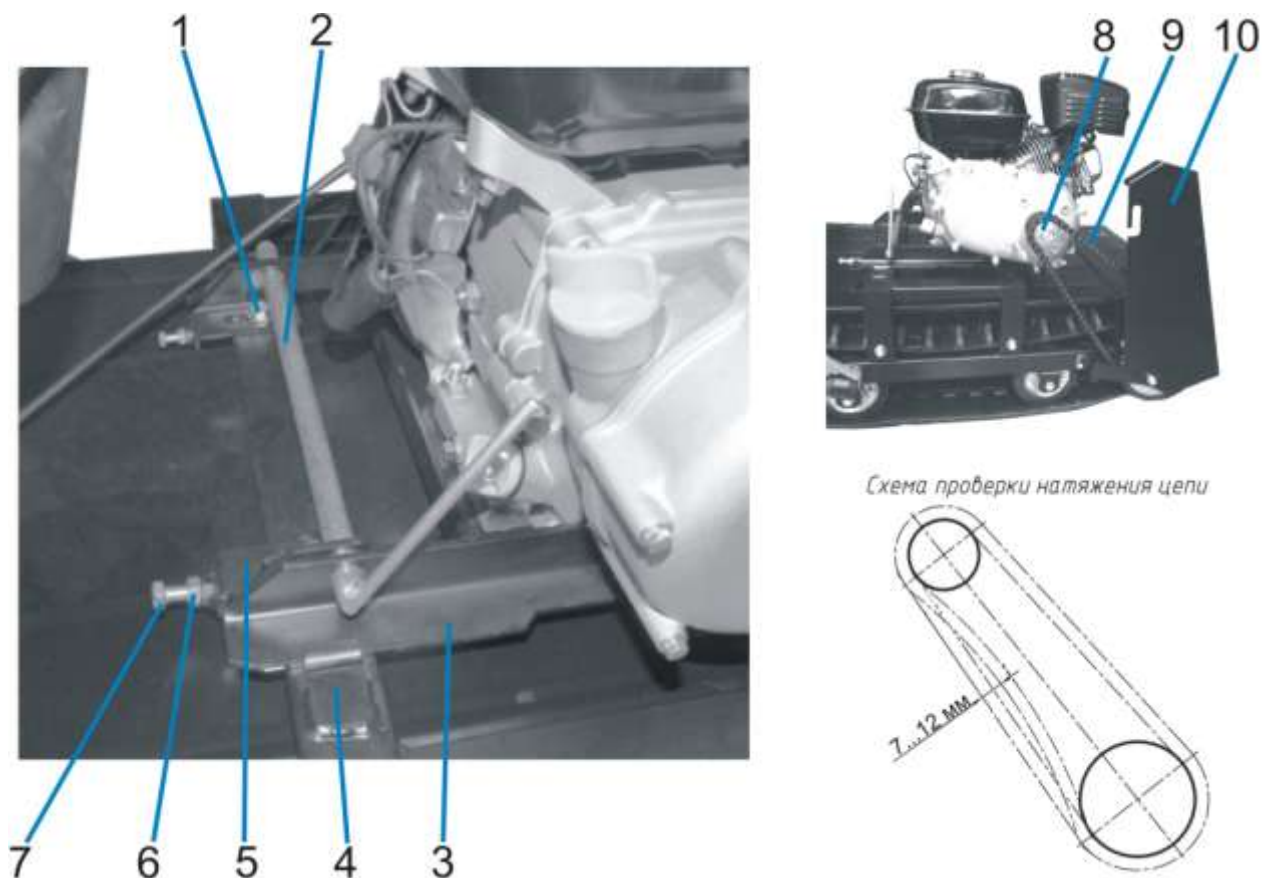

Рис. 4. Установка двигателя
11.3. Проверка натяжения цепи (см. рис. 4).